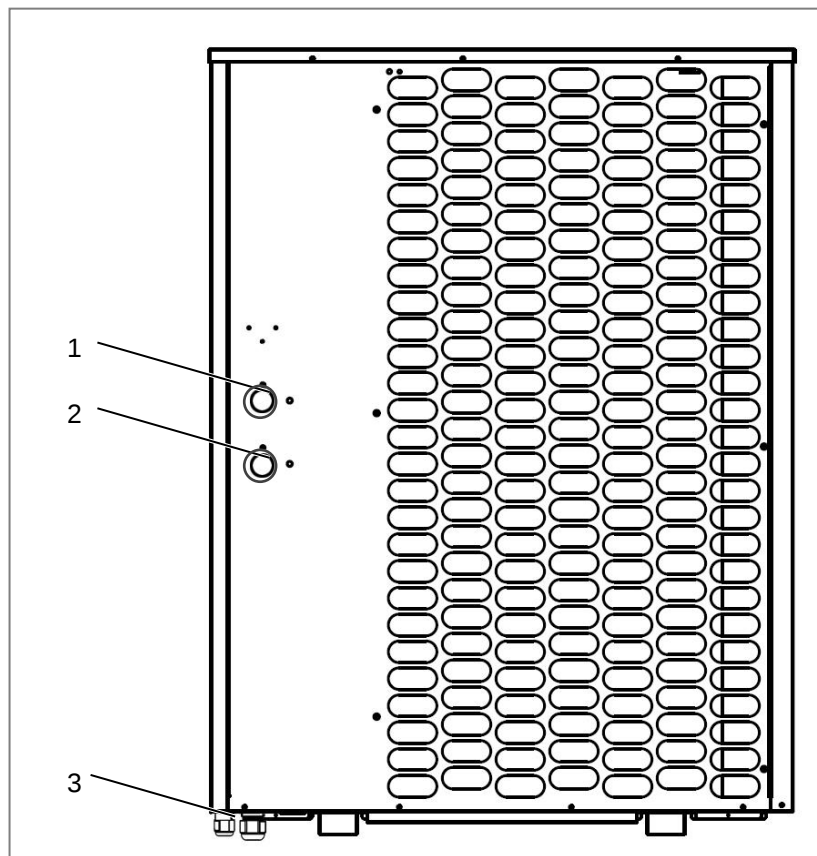

Abbildung 21: Anschlüsse Außengerät MB700015A
- Anschlussrichtungen: Der Anschluss (Hydraulik und Elektrik) erfolgt von der Rückseite (Lufteintritt) und von unten, siehe Abbildung 21 und 23.